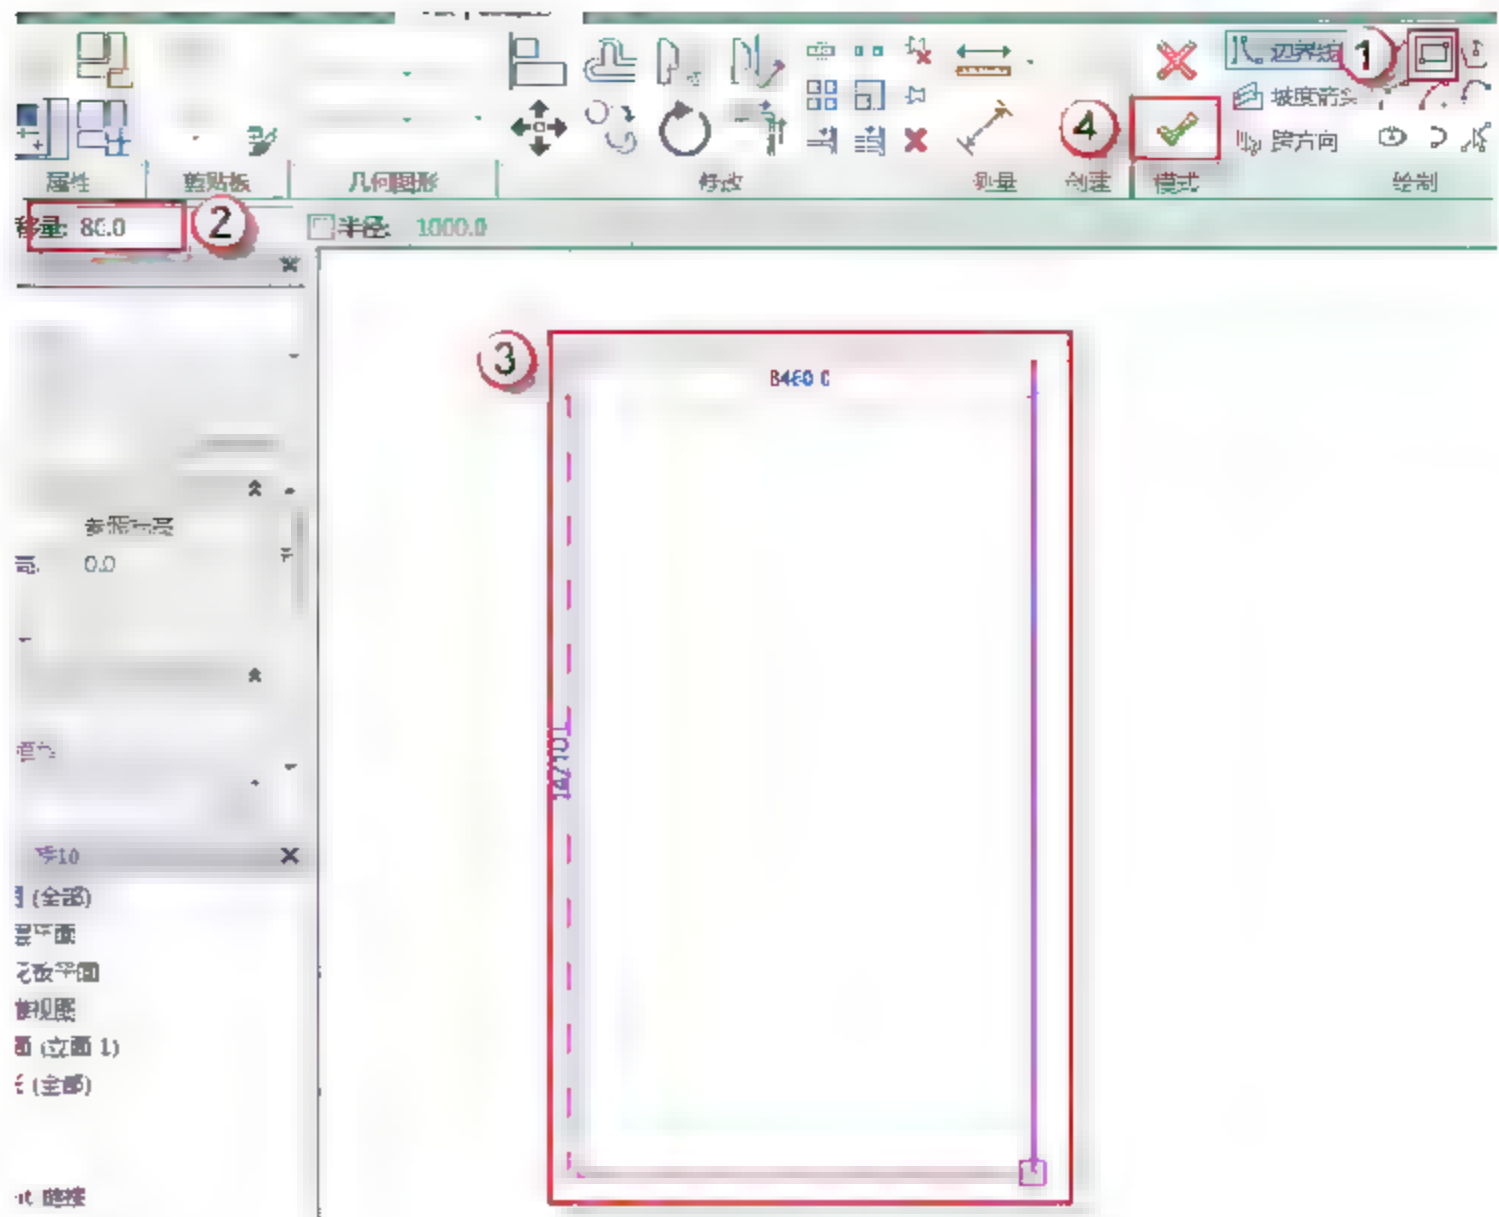

图 12.1.32 绘制楼板轮廓
(7) 绘制楼板轮廓。在绘制任务栏中选择“矩形”工具，在“偏移量”后输入“80”字样，然后绘制楼板轮廓，然后在上下文关联选项板中单击 ☒ 按钮，如图 12.1.32 所示。